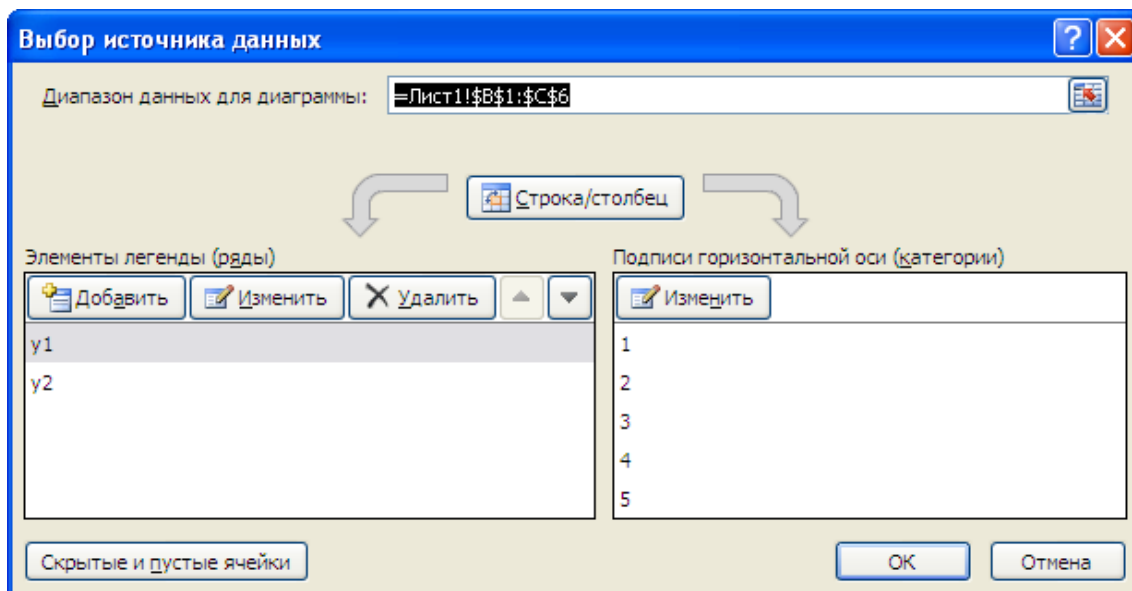

Рисунок 38 – Диалоговое окно *Выбор источника данных*
3) график необходимо отредактировать, для этого правой кнопкой мыши в контекстном меню выбрать *Выбрать данные*, откроется диалоговое окно *Выбора источника данных* (рисунок 38);